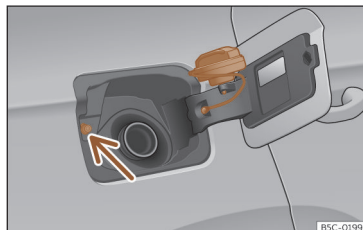

Fig. 199 Tapa del depósito con el tapón encajado.
- Colóquelo en el espacio que hay en la bisagra de la tapa abierta >>> **fig. 199.**
Evite tocar el botón de bloqueo de la tapa de combustible >>> **fig. 199** (flecha). El sistema entenderá que ha acabado y no podrá seguir repostando. Vuelva a pulsar la tecla de la puerta del conductor para continuar.